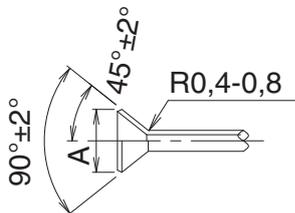

Рис. 21
- При подключении трубопровода к кондиционеру, обязательно используйте гаечный ключ и гаечный ключ с ограничением по крутящему моменту, как показано на рис. 21.
После пайки выполните конусное соединение с внутренним блоком. (См. рис. 21)